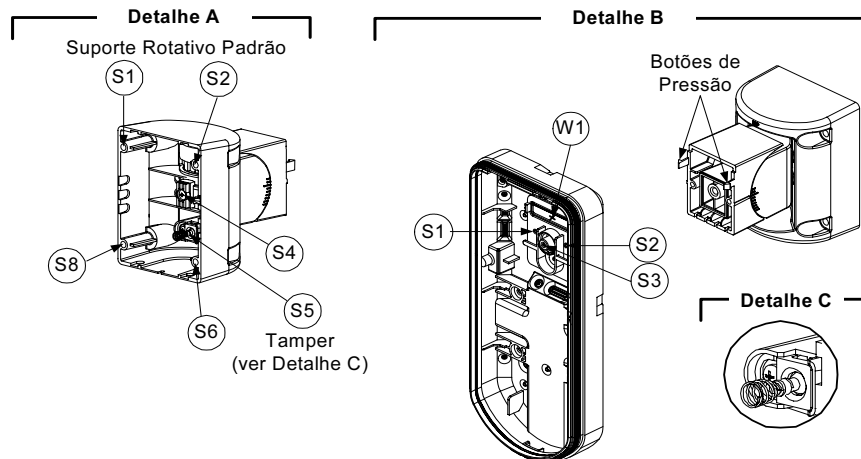

Figura 6
3. Remova o tamper traseiro da base interna. (Ver o parágrafo "Trocando a Posição do Tamper Posterior") e conecte-o ao S5 (Figura 6, Detalhe A) no Suporte Rotativo Padrão.
1. Insira os cabos do tamper posterior através do Conduíte de Cabos do Suporte Rotativo (Figura 6, Detalhe B).